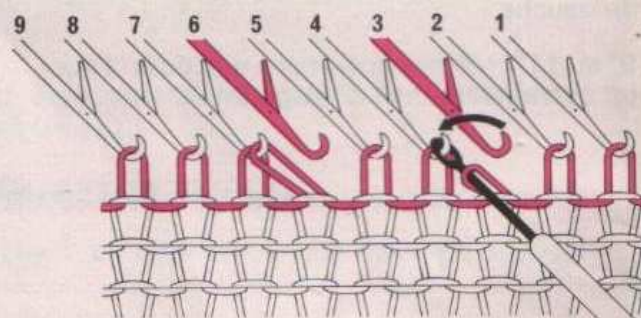

Fig. 78
- **Pour la 2 et 1** - Reporter la maille de l'aiguille (3) sur l'aiguille (4), la maille de l'aiguille (6) sur l'aiguille (7) et ainsi de suite (fig. 78).